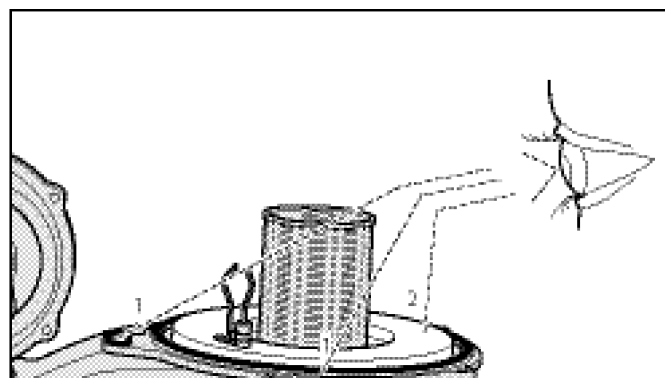

Рис. 7.5 Замена уплотнений (1) и проверка изоляции фланца горелки (2)
Оба силиконовые прокладки (1) компактного термомодуля (рис. 7.5) (ET N 98-1046) должны после каждого демонтажа модуля заменяться (например, в рамках техобслуживания). Изоляция фланца горелки (2) компактного термомодуля (рис. 7.5) (ET N 21-0734) не должен иметь повреждений; противном случае его так же следует заменить.
- Заменить силиконовые прокладки (1)
- Установить компактный термомодуль (8) на интегральный конденсационный теплообменник (9)
- Равномерно затянуть крест-накрест 5 гаек (7)
- Установить воздухозаборную трубу (2) на штуцер всаса воздуха и затянуть винт (1)